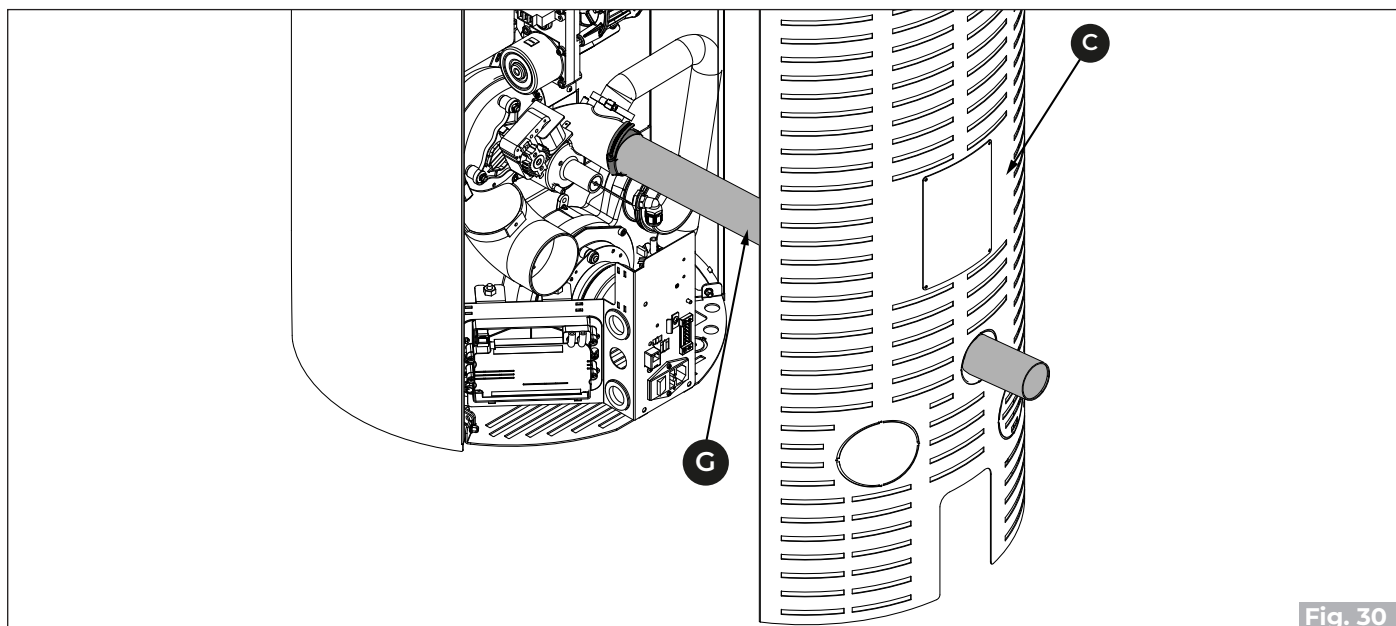

Fig. 30
- Schließen Sie das Rauchabzugsrohr (G) (Fig. 30) an.